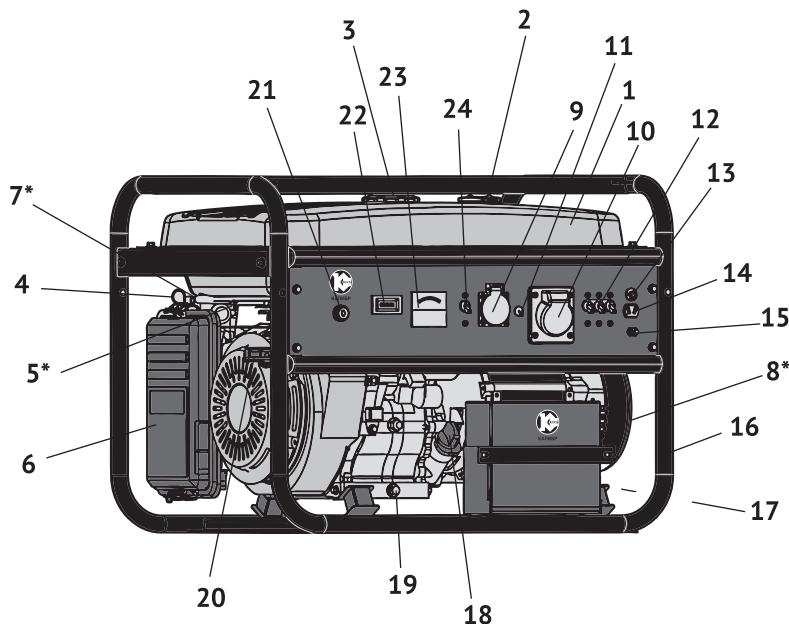

рис.1
ратора. Передача осуществляется через коническое сопряжение ротора генератора и вала двигателя. При этом образуется самоцентрирующаяся трёхопорная схема соединения. С обмоток статора генератора напряжение подводится: через систему стабилизации на розетки переменного тока: однофазного, 220В (рис.1 поз.9) и 3-х фазного, 380В (рис.1 поз.10); через выпрямительный блок на розетку постоянного тока (рис.1 поз.14).
2.4 Общий вид бензогенератора представлен на рис.1
3.2 Бензогенератор оснащён одноцилиндровым четырёхтактным двигателем внутреннего сгорания с верхним расположением клапанов и нижним расположением коленчатого вала. Верхнее расположение клапанов снижает теплоизлучение двигателя. При этом достигается более высокая выходная мощность в меньшем рабочем объёме при эффективном сгорании топлива. Двигатель имеет карбюраторную систему питания. Смазка осуществляется разбрызгиванием масла в картере. Пуск двигателя осуществляется или ручным трошковым возвратным стартёром (рис.1 поз.20) или ключом замка зажигания (рис.1 поз.21) электрического стартёра.
3.4 Двигатель и генератор закреплены на трубчатой раме (рис.1 поз.16) через амортизаторы, что снижает вибрацию аппарата и уменьшает уровень шума при работе. Все элементы бензогенератора имеют удобный доступ для обслуживания и ремонта.
4.2.3 Обеспечение требований электробезопасности: Эксплуатация бензогенератора должна производиться в строгом соответствии с требованиями «Правил техники электробезопасности при эксплуатации электроустановок». Электрическая сеть подключения потребителей относится к системе с изолированной нейтралью, предусматривающей защитное заземление открытых токопроводящих частей корпуса. В зависимости от местных условий (состав грунта, его влажность и т.п.) изменяется качество заземления. Во всех случаях защитное заземление должно иметь сопротивление не более 4-х Ом. Во время работы бензогенератора его клемма заземления (рис.1 поз.15) должна быть подсоединенна к заземлителю. Практически это требование может быть реализовано следующими способами:
Выкрутите пробку-щуп (рис.1 поз.18) из маслозаливной горловины и залейте в картер масло необходимой марки до нижнего края горловины, как показано на рис.2. Вставьте сухой чистый щуп в горловину картера и выньте его. Проверьте уровень масла: граница смоченной области щупа должна располагаться между отметками минимального и максимального уровней.
Открутите крышку топливного бака (рис.1 поз.2). Заливайте бензин в топливный бак не более чем на 1см ниже уровня основания заливной горловины. Перед запуском двигателя тщательно протрите крышку бензобака, удалив возможные при заправке брызги топлива.
6.1.1 Отключить всех потребителей переменного и постоянного тока от генератора. Перевести автоматический выключатель (рис.1 поз.24) в положение «Выкл».
- перевести замок зажигания (рис.1 поз.21) в положение «ВКЛ»;
- открыть топливный кран (рис.1 поз.5);
- вытянуть на себя рычаг воздушной заслонки (рис.1 поз.4) в положение «закрыто» при пуске холодного двигателя (для прогретого двигателя рычаг устанавливается в промежуточном положении);
- резко, с усилием потяните рукоятку стартёра (рис.1 поз.20) до упора, повторите действие ещё раз, если двигатель не завёлся.
- включение двигателя электрическим стартёром производится поворотом ключа замка зажигания (рис.1 поз.21) в положение «ПУСК». Поверните ключ и удерживайте, пока двигатель не заведётся. Не удерживайте ключ электростартёра более 5 сек. Если двигатель не запустился: отпустите ключ зажигания, до возврата в положение «ВКЛ.», выждите 10 сек., затем снова переведите в положение «ПУСК». После запуска двигателя отпустите ключ зажигания для обеспечения его самовозврата в среднее положение «ВКЛ.».